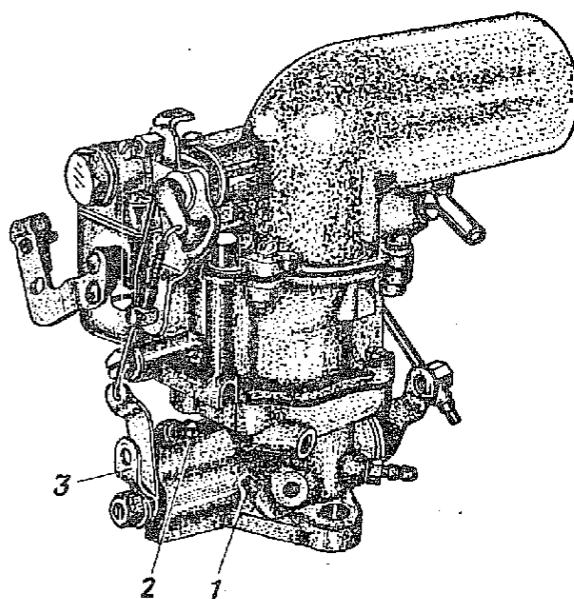

Рис. 49. Карбюратор К-127:
3.1. Вывернуть винт 2 (рис. 49) регулировки количества смеси, ввернуть винт так, чтобы он коснулся рычага 3 оси дроссельной заслонки в ее закрытом до упора положении, и из этого положения ввернуть винт еще на 2—2,5 оборота (отвертка 150×0,5).